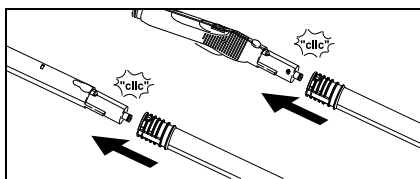

Рис. 7
- При необходимости использовать удлинительные трубки (G1). Для этого одну или обе удлинительные трубки установить на паровом пистолете (С1) (см. рис.7). Необходимые насадки (D1, E1, F1, H1) надеть на свободный конец удлинительной трубки.